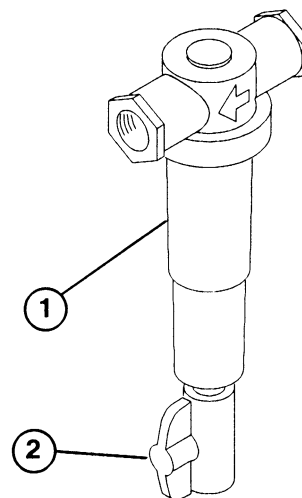

Fig. 11
7. All'occorrenza aprire leggermente la valvola sul prefiltro (Fig. 11) per avere un flusso continuo durante il funzionamento della macchina.